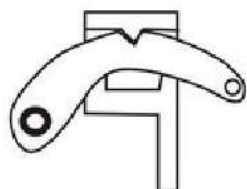

Fig.1
1. Seguendo tutte le precauzioni di sicurezza, posizionare il piede del martinetto sotto il carico. Sollevare il chiavistello reversibile (20) in posizione "SU" e assicurarsi che sia bloccato in posizione, con la rientranza nel fermo, saldamente innestato tacca dell'interruttore di reversione (18) - fare riferimento alla fig. 1. Sollevare la parte anteriore finché non entra in contatto con il carico nel punto di sollevamento desiderato. Fermarsi per una pausa in questa fase e verificare che non vi siano ostacoli per un sollevamento libero da intoppi.
2. Abbassare la maniglia con decisione e in modo uniforme e osservare il carico che si solleva. Quando la maniglia viene abbassata, si sentirà il perno di sollevamento (15) scattare in posizione quando si colloca in un foro nella barra d'acciaio (3). A questo punto, rilasciare la maniglia consentendo al perno (15) di sostenere il carico. Sollevare la maniglia al massimo della sua estensione per prepararsi a spingere nuovamente in basso la maniglia.